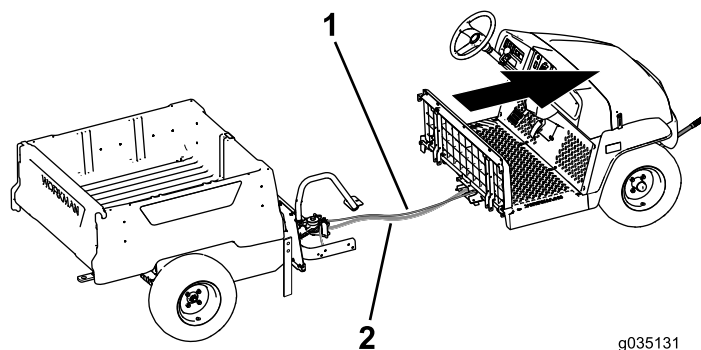

Figura 69
9. Peça a um assistente que ajude a mover a secção dianteira para a frente afastando-a da secção traseira (Figura 69).